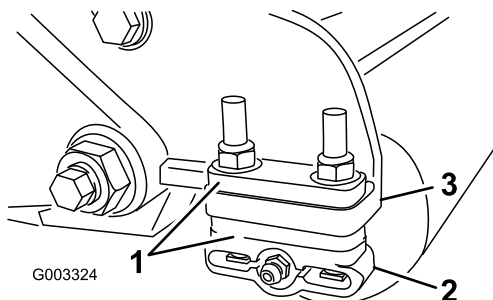

Figura 13
1. Ajuste os suportes do rolo traseiro (Figura 13) na altura desejada do limite de corte posicionando a quantidade necessária de espaçadores por baixo da flange de montagem da placa lateral (Figura 13) de acordo com o quadro de altura de corte.